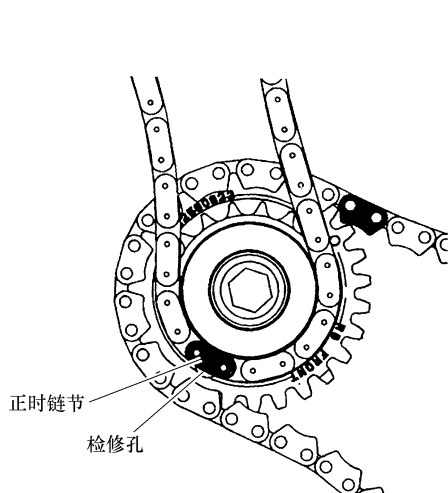

图 20-41 正时链节对准检修孔
- 3) 把右侧次级正时链条套在右凸轮轴中间传动链条惰轮的外侧链轮上，使正时链节对准惰轮内侧链轮上的检修孔，如图 20-41 所示。